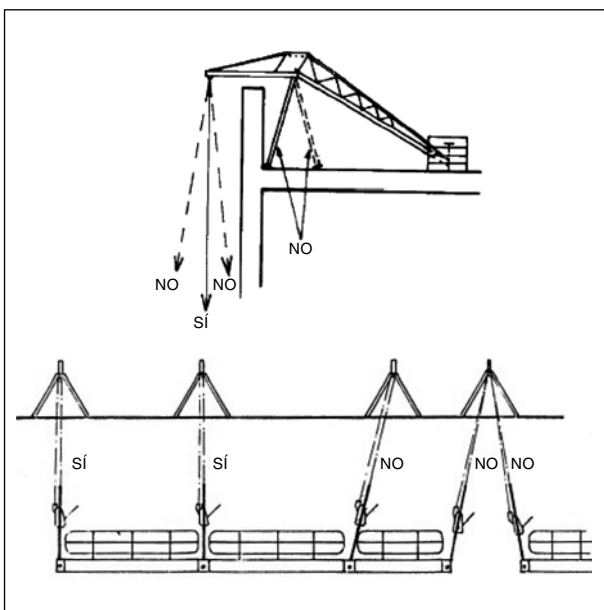

Figura 6. Instalación de pescantes correcta e incorrecta
- Calcular la separación correcta entre pescantes en función de los módulos existentes, teniendo en cuenta la argolla en que se anclan cada uno de los dos cables, para que todos los cables bajen paralelos entre sí y perpendiculares al suelo. Además el caballete de apoyo debe situarse en posición vertical. Ver Figura 6.